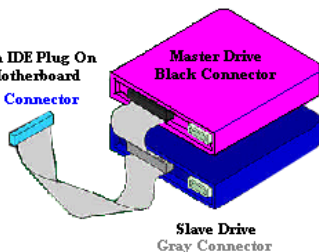

Bild 2-10. Verbindung eines ATA/66 Kabels mit dem Motherboard
- Verbinden Sie den **SCHWARZEN** Anschluss mit dem passenden Stecker auf dem Master Festplatten Laufwerk. Verbinden Sie den **GRAUEN** Anschluss mit dem passenden Stecker auf dem Slave Laufwerk (Secondary Festplatten Laufwerk, CD ROM, oder Bandlaufwerk). Siehe hierzu Abb. 2-10.